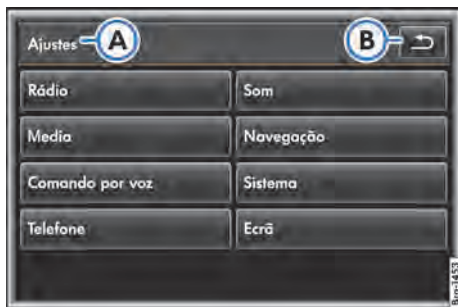

Fig. 23 Configurações do menu principal SETUP (RNS 850).
Esclarecimento sobre Fig. 23 ou Fig. 24:
Áreas funcionais iniciam funções ou abrem outros submenus. Em submenus é indicado, na linha do título, o menu atualmente selecionado ⇒ Fig. 23 (A).